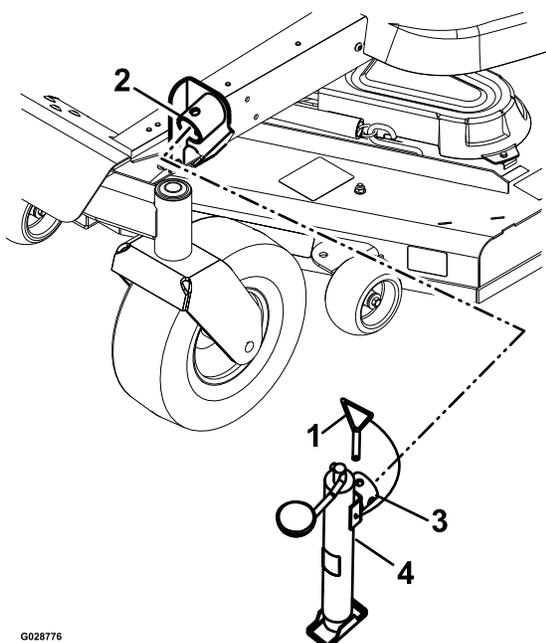

Figura 4
4. Introduzca el tubo del gato en el soporte del gato, alinee los taladros de montaje y sujete el gato con el pasador (ver Figura 4).